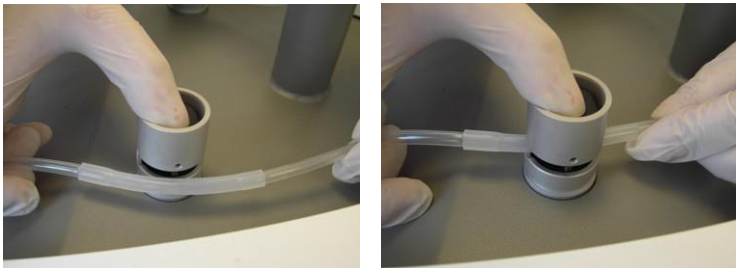

Figure 3-89. Insertion de l'insert épais du tuyau d'implantation dans le logement de l'électrovanne droite
14. Poussez (et maintenez) l'électrovanne tout en insérant l'épais insert du tuyau d'implantation à côté de l'électrovanne gauche du système, comme illustré à la Figure 3-89.